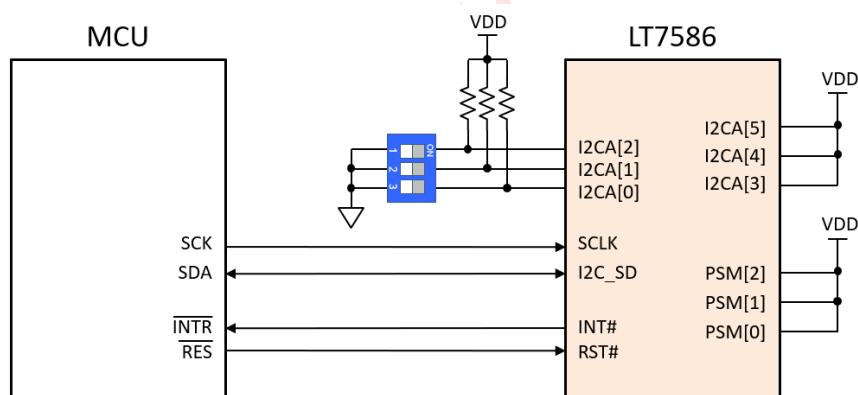

图 5-14: MCU I2C 串联接口电路图 (支持连读模式)
- 连读模式下（引脚 PSM=111b，如图 5-14），以 NACK 结束读取状态。即如果 I2C STSR/DATR 送出的 Data 收到 ACK (ACK=0)，会继续读取 Data 直到收到 nACK (ACK=1) 响应。